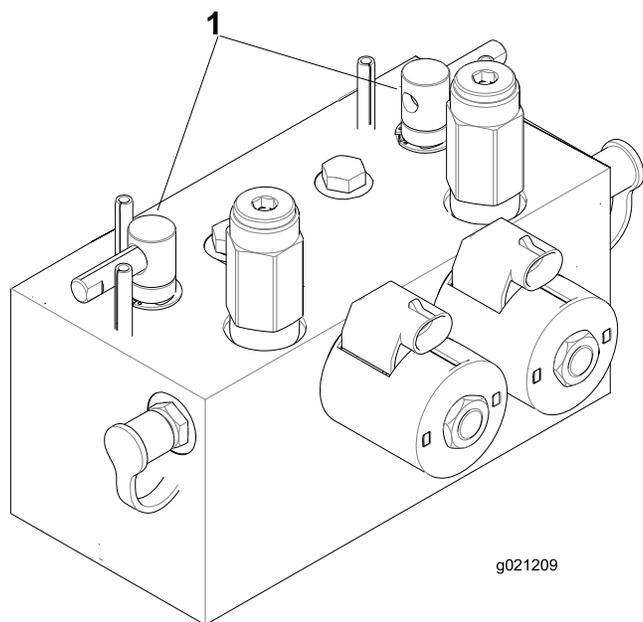

Figure 70
2. Déverrouillez le capot et soulevez-le pour exposer les leviers de rodage (Figure 70).
5. Sélectionnez les leviers de rodage avant, arrière ou les deux pour déterminer les tabliers qui doivent être rodés (Figure 70).